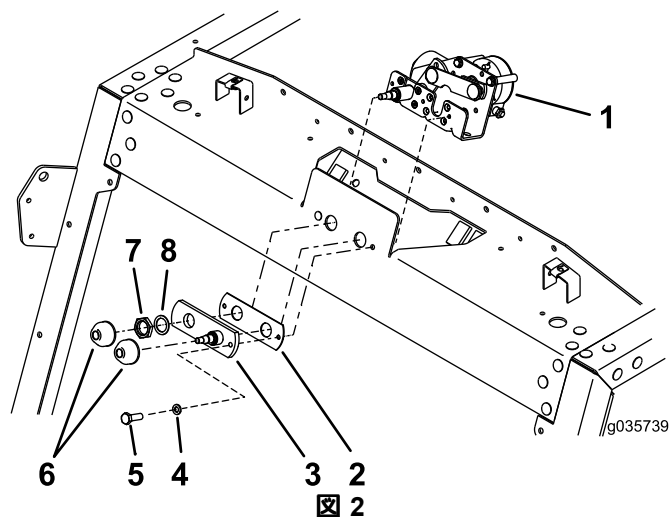

図 2
2. シャフトアセンブリからボルトとロックワッシャを外す 図 2。
3. ワイパーモータから、プラスチック製キャップ、ジャムナット、ワッシャ、シャフトアセンブリ、ガスケットを取り外す 図 2。
5. モータのシャフトを上部の穴に差し込む 図 2。
6. ガスケットとシャフトアセンブリを取り付け、ボルトとロックワッシャでモータを固定する 図 2。